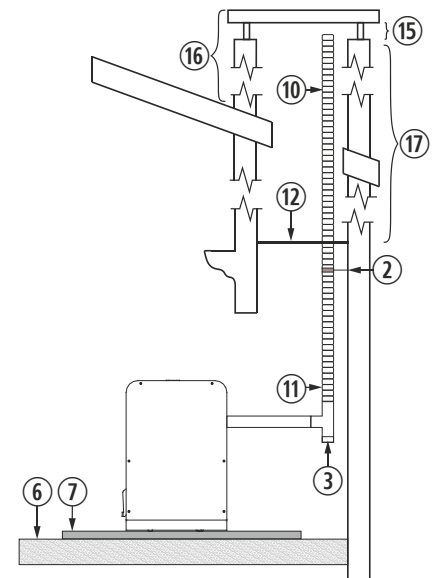

Figura 9
- 4.28.** La instalación de un encastrable en una chimenea de obra se puede realizar en toda su totalidad en tubo flexible, tal y como indica la figura 9. Debemos tener especial cuidado a la hora de realizar el aislamiento entre la chimenea y el tubo de la salida de gases, para evitar posibles retrocesos de gases en caso de tormenta.